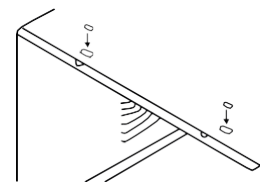

Fig. 6
9. Ajoutez deux joints en mousse sur le haut du caisson, à l'endroit où se trouvaient les vis de sécurité de transport (voir Fig. 6)
1. Fixez le joint en mousse sur l'angle supérieur, au-dessus des orifices, comme indiqué dans la Fig. 6.